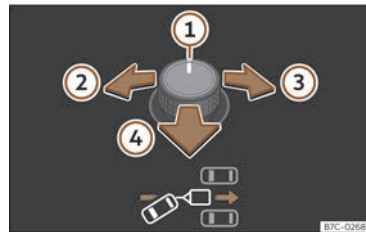
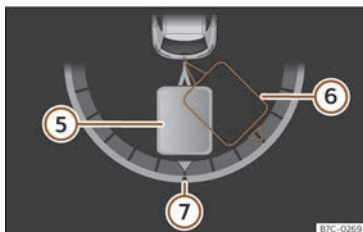

Abb. 162 Drehknopf für die Außenspiegel: Ausrichtung des Anhängers einstellen.
Abb. 163 Bildschirm des Kombi-Instruments: Rückwärtsfahren.
Legende zu >>> (Abb. 162) , >>> (Abb. 163):
- Drehknopf kippen, bis die gewünschte Richtung erreicht ist >>> (Abb. 162). Am Bildschirm des Kombi-Instruments erscheint zur Orientierung eine Darstellung des Gespanns in der aktuellen Position >>> (Abb. 163).